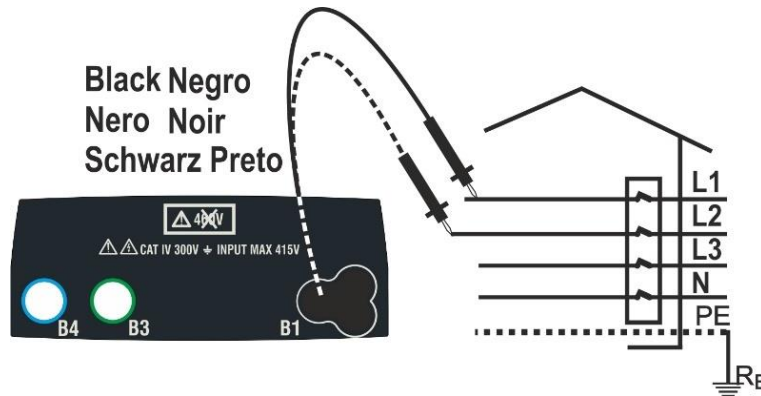
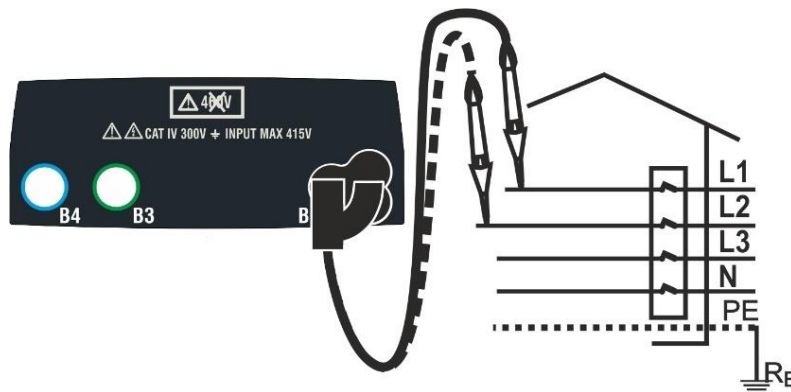

Fig. 31: Fassekvenstest med testledning
Fig. 32: Fassekvenstest med fjärrbetjäningsproben
2. Svart testledning/fjärrbetjäningsproben sätts i uttag B1, se Fig 31 och Fig 32
5. Nu skall testledningarna eller fjärrbetjäningarna beröra L2 enligt Fig 31 eller Fig. 32